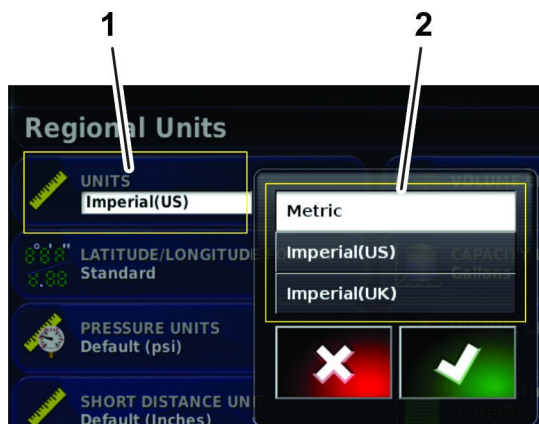

Figura 21
5. Selezionate le unità e il volume di applicazione richiesti e premete l'icona di Conferma (Figura 21).